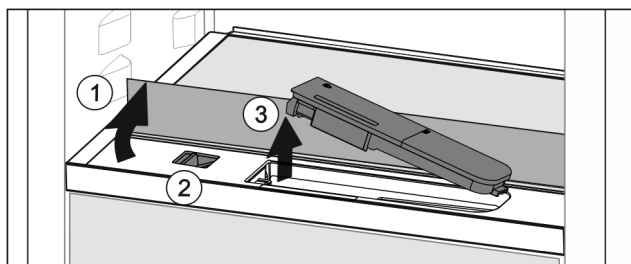

Fig. 57
- ▶ Skleněnou desku nadzvedněte a zaklapněte dozadu až na doraz Fig. 57 (1).
- ▶ Posuvník Fig. 57 (2) posuňte doleva.
- ▶ Vyjměte nádržku na vodu Fig. 57 (3).